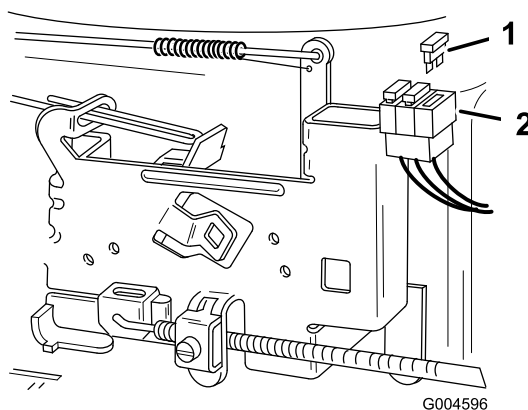

Figure 31
- Pour remplacer un fusible, tirez dessus pour le sortir de son emplacement (Figure 31).